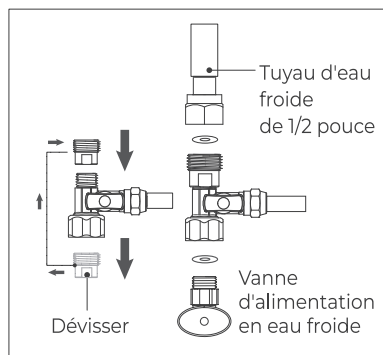

Figure 6
**REMARQUE :** Si le tuyau d'eau froide est de 1/2", dévisser le convertisseur de l'adaptateur d'alimentation en eau (**Figure 6**), puis effectuer l'étape c.